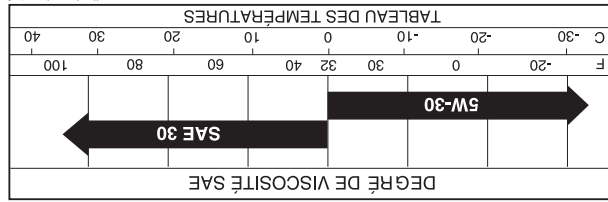

Fig. 26
4. Tirez sur la collerette de blocage de l'adaptateur de la buse de lavage puis poussez l'adaptateur sur le raccord de lavage du plateau de coupe situé à l'extrémité gauche du plateau de coupe de la tondeuse. Relâchez la collerette de blocage pour bloquer l'adaptateur sur la buse de lavage. (Voir la Fig. 26)
(Voir les Figs. 26 et 27)